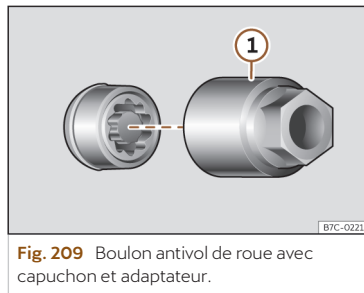

Fig. 209 Boulon antivol de roue avec capuchon et adaptateur.
- Encastrez l'adaptateur spécial >>> **fig. 209** ① (outillage de bord >>> page 301) sur le boulon de roue antivol jusqu'à la butée.